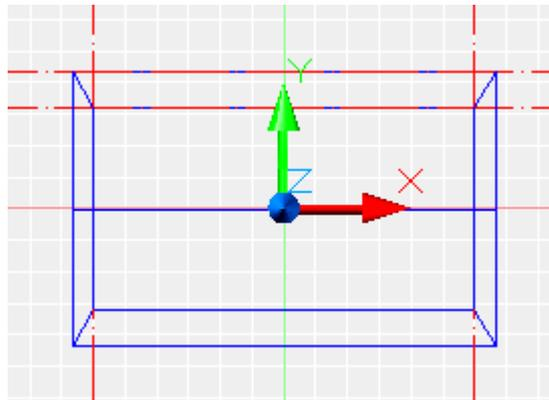

Рис.9
9. Вращаем полученный контур вокруг оси **OX**. Вводим в командной строке команду **REVOLVE**, нажимаем enter, выделяем контур и указываем ось выше и ниже объекта вращения далее указываем угол вращения **<360>**. Получаем вспомогательное тело, вычитая которое из будущего шестигранника, получим фаску под углом 30^0 и цилиндр диаметром 86,5. (см. рис. 9)